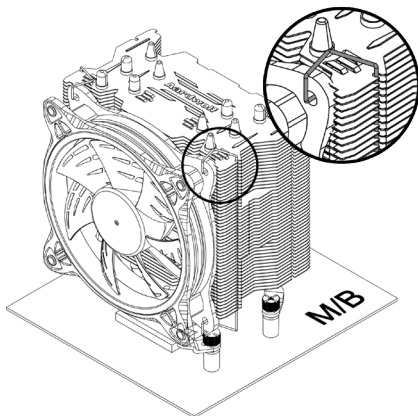

Рис. 28
1) Оденьте вентилятор на радиатор, при помощи проволочных скоб, которые предусмотрены в комплекте устройства (Рис. 28).